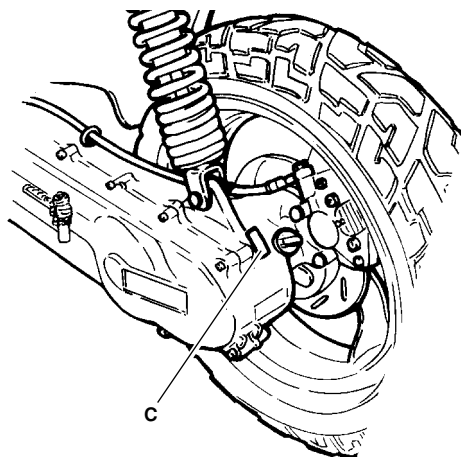

Fig. 8
**Motore:** il numero di identificazione è impresso nella posizione (C - Fig. 8).
**Engine:** engine identification data is stamped in C position (C - Fig. 8).